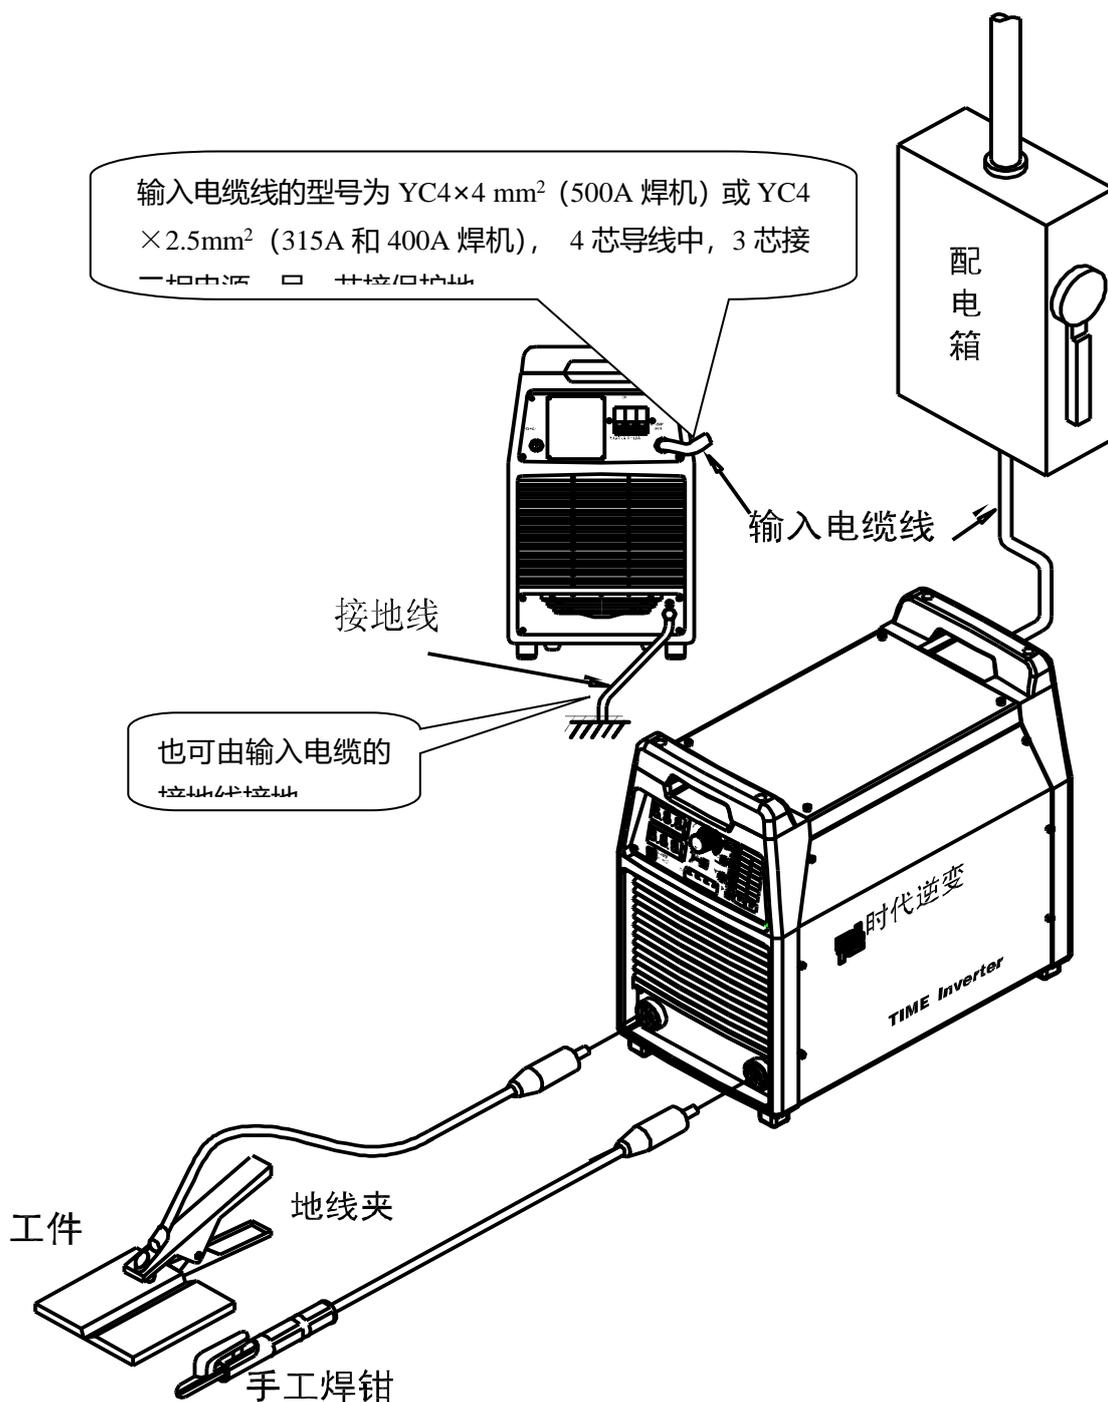

图 6.1 药皮焊条手工焊安装图(焊机应以实物为准)
6.1.1 药皮焊条手工焊的安装 (参考图 6.1)
注意: 配电箱为用户自备设备, 图 6.1 为直流反接法, 若使用直流正接, 请将焊钳与地线夹电缆插头对调插在焊机输出端子。